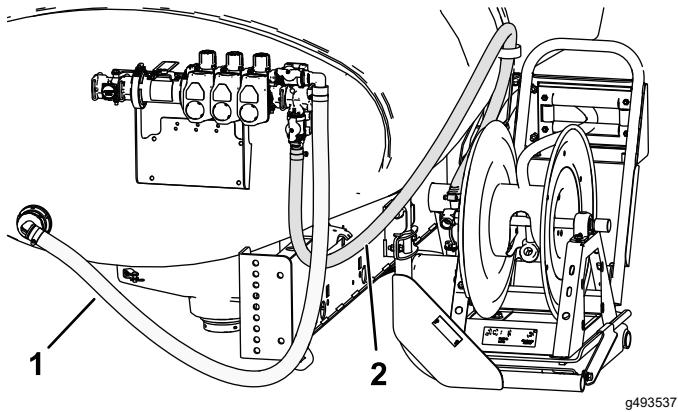

图 33
18. 如 图 33 中所示铺设软管卷供水软管并用软管夹将其连接到软管卷。